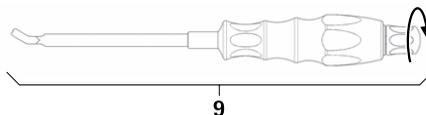

Fig. 14
- ▶ Montar el instrumento de inserción de varilla **9**, ver Fig. 14.